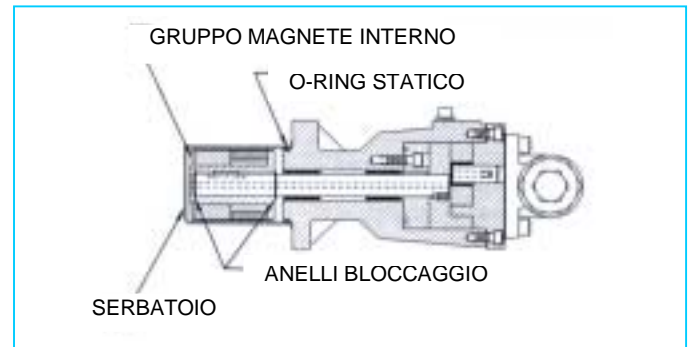

FIGURA 29
3. Installare il primo anello di bloccaggio esterno (nell'incavo più vicino alla cuffia) e la chiave sull'albero (lo svaso del magnete puntato in direzione opposta alla pompa) in modo che tocchi contro l'anello elastico interno. Installare il secondo anello di bloccaggio esterno (il più vicino all'estremità dell'albero) per fermare il magnete (**Vedere Figura 29**).